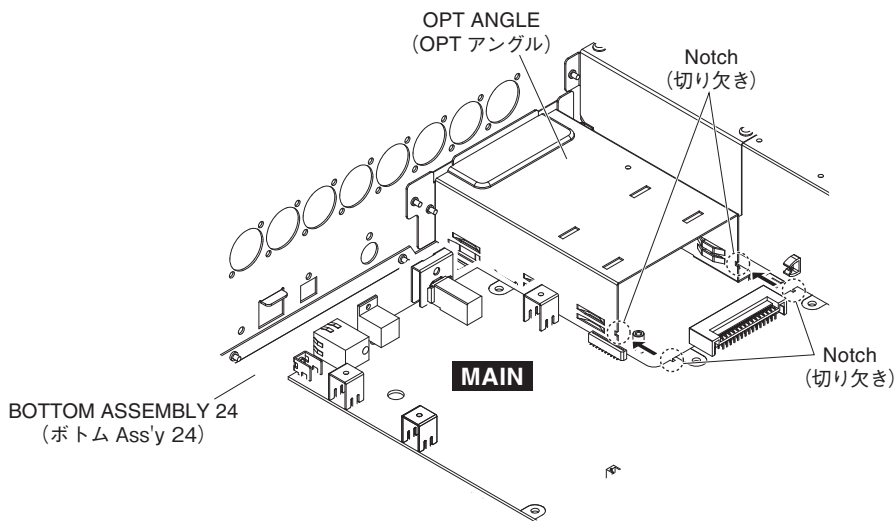

Fig. 9 (図9)
- * **When installing the MAIN circuit board, align the notch of the MAIN circuit board with the notch of the OPT angle. (Fig. 9)**
- ※ MAIN シートを取り付ける際は、MAIN シートの切り欠きを OPT アンゲルの切り欠きとあわせてください。(図 9)